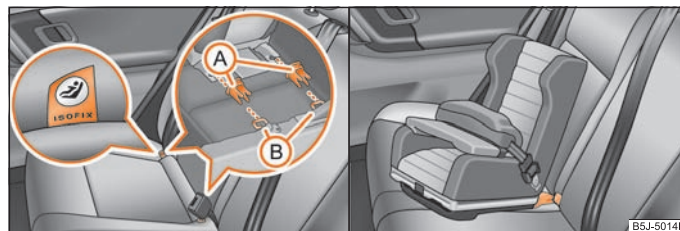

Abb. 128 Halteösen (ISOFIX-System) / Schieben des ISOFIX-Kindersitzes in die montierten Aufnahmeastmetriecher
- Stecken Sie die Aufnahmeastmetriecher (A) auf die Halteösen (B) zwischen Sitzlehne und -fläche ⇒ Abb. 128.
- Schieben Sie die Rastarme des Kindersitzes in die Halteösen, bis sie hörbar einrasten ⇒ Abb. 128.